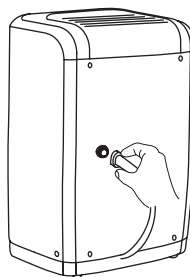

fig. 2
2. Coloque a extremidade fêmea roscada da mangueira no conector de escoamento do aparelho (fig. 2).